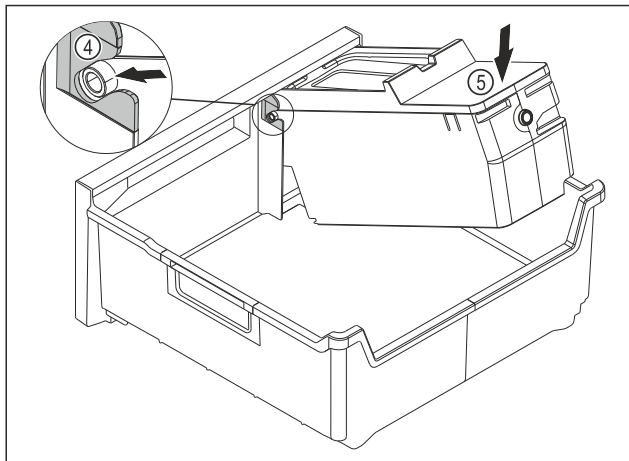

Fig. 108
- Izvadite tijelo sustava EasyTwist-Ice: Umetnite osovine tijela sustava EasyTwist-Ice u vodilice Fig. 108 (4).
- Pritisnite tijelo sustava EasyTwist-Ice Fig. 108 (5) otraga prema dolje.